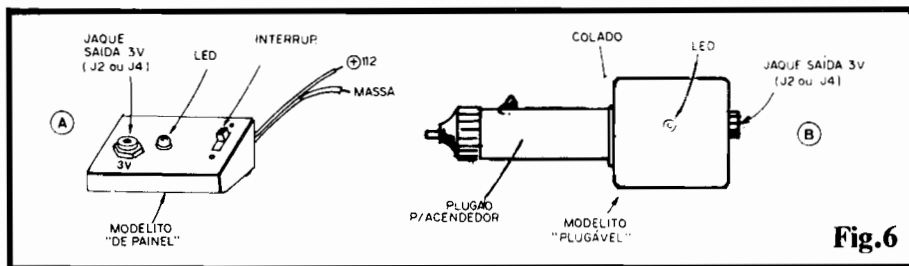

Fig.6
- 1 - Caixa para abrigar o circuito (ver sugestões/opções mais adiante, na fig. 6 e TEXTO).
- 1 - Interruptor simples (chave H-H mini), apenas recomendável no caso de instalação em "modelo de painel" - ver fig. 6 e TEXTO.
- 1 - "Plugão" para tomada de acendedor de cigarros (de painel de veículo) - ver fig. 6 TEXTO.
- FIG. 6 - SUGESTÕES PARA O ACABAMENTO DO C-12/3 - Devido às específicas características de uso, são duas as possibilidades de acabamento recomendadas (ou pelo menos sugeridas...) para o C-12/3. Em 6-A temos o "modelito de painel", no qual o circuito poderá ser embutido numa pequena caixa plástica, de preferência com painel frontal inclinado, a ser fixada embaixo do painel do veículo, expondo a face que contará um **jaque** (tamanho J2 ou J4) para a Saída dos 3V, o LED piloto e o interruptor geral... Já em 6-B temos o "modelito plugável", com o circuito embutido numa caixinha de mínimas dimensões, esta acoplada (colada) à traseira de um "plugão" próprio para a tomada do acendedor de cigarros do carro... Neste caso, os contatos metálicos do dito "plugão" serão ligados à Entrada do circuitinho, enquanto que a Saída será aplicada via **jaque** (J2 ou J4, dependendo do tipo de conector "macho" conveniente para o equipamento a ser alimentado...) situado na parte oposta da caixinha principal... Numa das faces maiores da dita caixinha, pode ficar o
Por demais óbvia para merecer "grandes" explicações, a utilização do CONVERSOR é extremamente simples e direta: basta intercalá-lo (por qualquer dos métodos/modelos sugeridos na fig. 6) entre os 12V nominais do sistema elétrico do veículo e a Entrada de Alimentação Externa do equipamento, **walkman**, **CD-Player**, etc. A confiabilidade é total, e se corretamente montado o dispositivo **não tem como** causar danos ao equipamento energizado, muito pelo contrário...! Na verdade, a estabilização é **tão boa** que mesmo baterias radicalmente baixas (a ponto de não permitir o funcionamento do carro...) ou exageradamente altas (a ponto de "queimar" algum outro dispositivo do sistema elétrico convencional do veículo...) farão com que - na Saída do C-12/3 "apareçam" os exatos, fixos e estáveis 3V esperados!